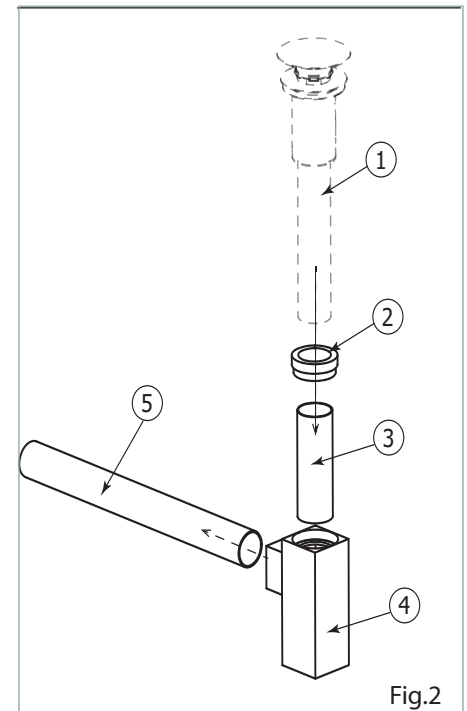

Fig.2
- Screw back the inlet nut (2) as shown in Fig.2.
- Installer le drain pop-up (1) au lavabo selon les instructions du fabricant.
- Dévisser le tube (5) du corps du syphon (4).
- Dévisser l'écrou d'entrée (2) du corps du syphon (4). Insérer le raccord du drain (1) dans le tube d'insertion (3).
- Revisser l'écrou d'entrée (2) tel qu'illustré dans la Fig.2.